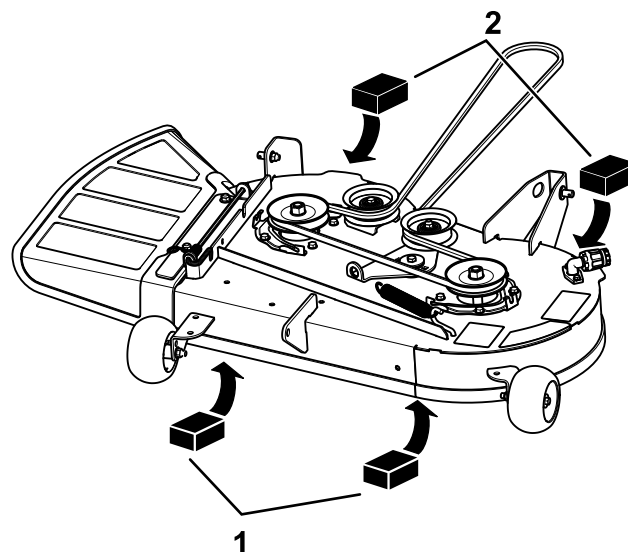

Figura 70
4. Coloque dos bloques de 6.6 cm (2⁵/₈") de grosor debajo de cada lado del borde delantero de la carcasa, pero no debajo de los soportes de los rodillos protectores del césped (Figura 70).
5. Coloque dos bloques de 7.3 cm (2⁷/₈") de grosor debajo del borde trasero del faldón de la carcasa de corte, uno en cada lado de la carcasa de corte (Figura 70).